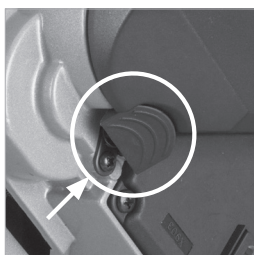

Fig. 40
- Pulse el botón negro para bloquear el eje de la hoja. **(Fig. 40)**